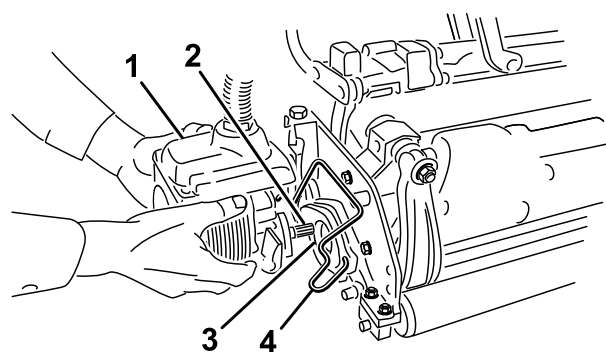

Рисунок 35
6. Нанесите на шлицевый вал электродвигателя режущего блока чистую консистентную смазку (Рисунок 35).
7. Вставьте электродвигатель в левую сторону режущего блока (если смотреть со стороны оператора) и вытягивайте фиксатор электродвигателя на режущем блоке в сторону электродвигателя до тех пор, пока не послышится щелчок с обеих сторон электродвигателя. (Рисунок 35).